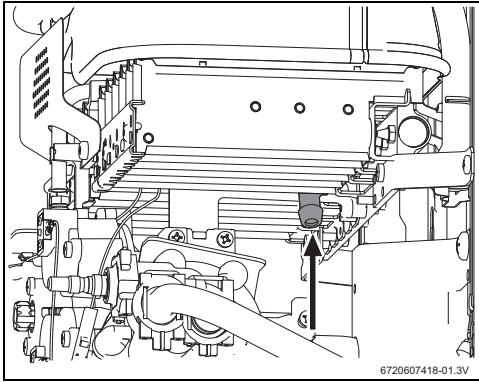

Fig. 11 Punto de medición de presión
- ▶ Aflojar el tornillo obturador (→ Fig. 11).